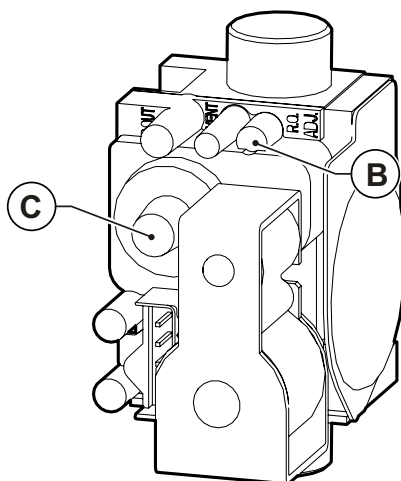

Fig. 25 Reglare valoare dioxid de carbon
- Reglați valoarea dioxidului de carbon (CO2) din gazele arse, rotind regulatorul de raport **B** (vezi Fig. 25 Reglare valoare dioxid de carbon) și asigurați-vă că reintră în limitele din Tab. 12 Valori ale CO2 în gazele arse. Lăsați centrala în modul curățare și treceți la pasul următor de reglare la puterea minimă.
- Reglați valoarea dioxidului de carbon (CO2) din gazele arse, rotind regulatorul **C** (vezi Fig. 25 Reglare valoare dioxid de carbon) și asigurați-vă că reintră în limitele din Tab. 12 Valori ale CO2 în gazele arse.